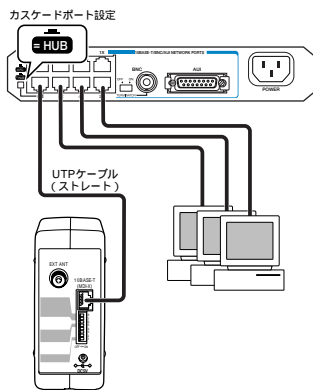
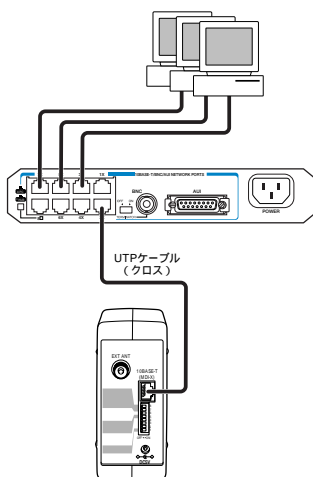
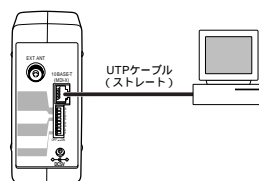

図 16 カスケードポートに接続する場合
図 17 ハブの通常のポートに接続する場合
図 18 コンピュータとの接続
- ・ LAN 機器の UTP ポートの設定が正しいことを確認してください(「HUB」や「X PC」,「ToHUB」や「ToPC」,「MDI」や「MDI-X」)。「図 16 カスケードポートに接続する場合」「図 17 ハブの通常のポートに接続する場合」「図 18 コンピュータとの接続」をご覧ください。